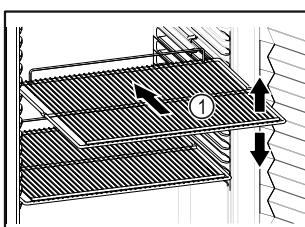

Fig. 61 Ilustratīvs attēlojums
- Ja novietošanas režīgi Fig. 61 (1) ir novirzāmi, pielāgojiet tos pēc augstuma.